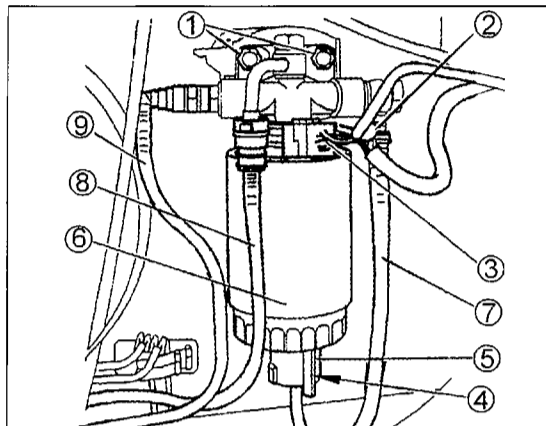

Bild 163
Der Filter ist in Bild 163 bei einem HDi-Motor gezeigt (2.0- und 2.8-Liter-Motor gleich). Der Filter ist mit einer austauschbaren Filterpatrone (6) versehen. Ein Thermostatsensor (3) steuert die Kraftstofftemperatur. Falls die Temperatur unter 6°C liegt, beheizt ein elektrisches Heizelement den Kraftstoff, bis dieser eine Temperatur von 15°erreicht hat, ehe er an die Hochdruckpumpe befördert wird. Ein Sensor an der Unterseite des Filtergehäuses (4) überwacht den Wasserinhalt des Kraftstoffs. Falls Wasser im Kraftstoff „aufgespürt“ wird, wird dies durch eine Warnleuchte im Armaturenbrett angezeigt.